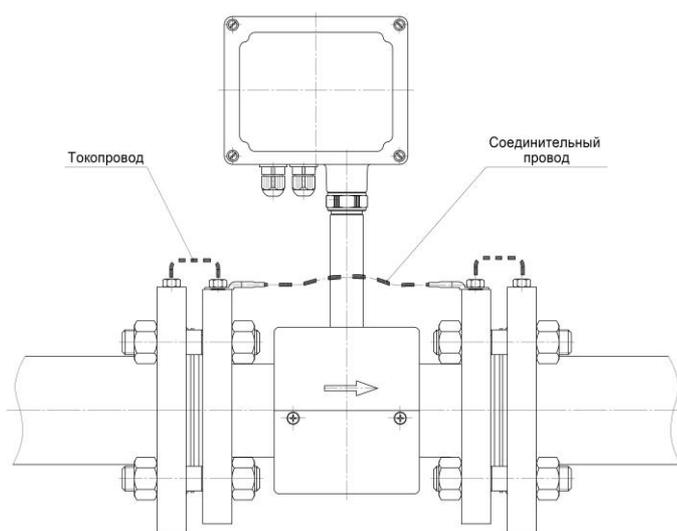

Рисунок 1 – Электрическое соединение фланцев преобразователя
2.2.15 После установки преобразователя на трубопровод соединить каждый его фланец с ответным фланцем трубопровода с помощью токопроводов (рисунок 1). Для исполнения типа «сэндвич» соединительный шунтирующий провод не требуется.